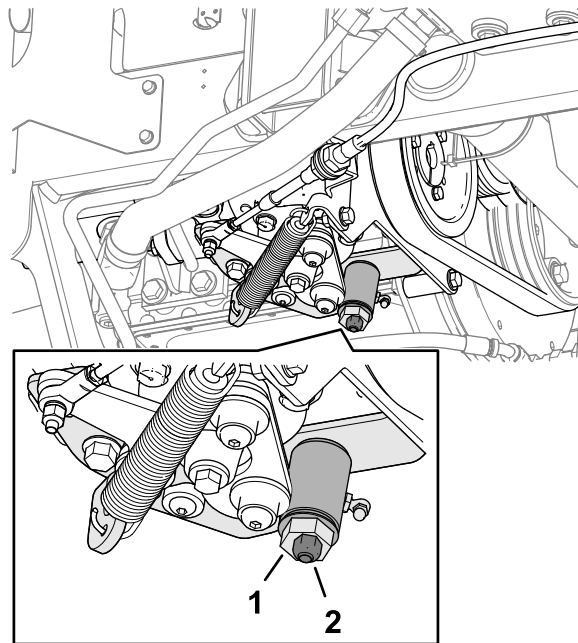

Figure 80
3. Desserrez le contre-écrou de la came de réglage de transmission (Figure 80).